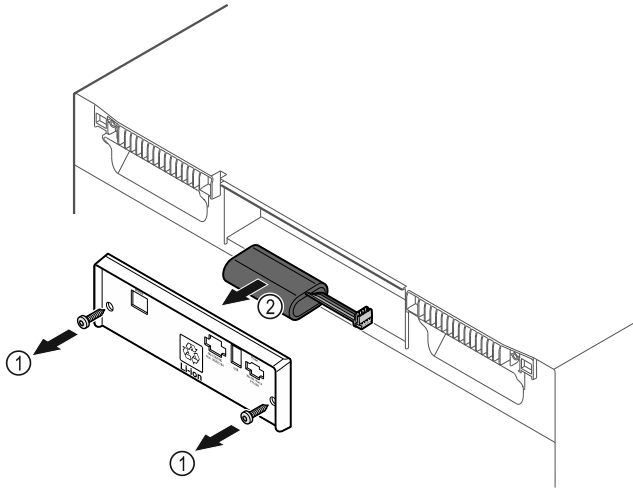

Fig. 180
- ▶ Schrauben herausdrehen und Abdeckung auf der Rückseite des Gerätes entfernen Fig. 180 (1).
- ▶ Batterie abstecken und herausnehmen Fig. 180 (2).